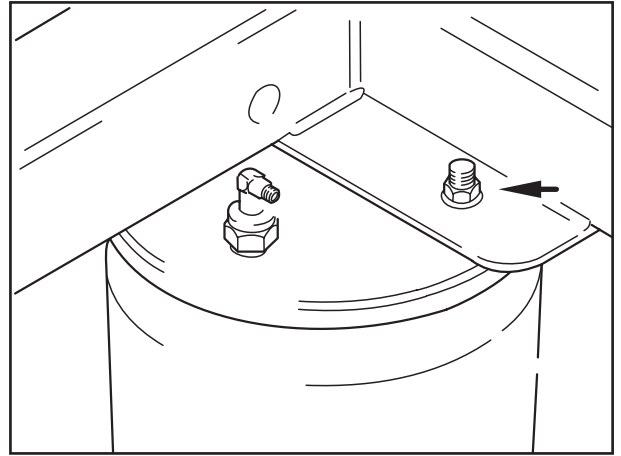

Fig. 7
- [13] Beide Sicherungsmuttern (Fig. 7/Pfeil) auf die Bolzen aufschrauben und mit dem vorgeschriebenen Anziehdrehmoment von 66 Nm festziehen.
[13] Screw both locking nuts (Fig. 7/arrow) onto the bolts and tighten to the specified torque of 66 Nm.
[13] Visser les deux écrous de sûreté (fig. 7 /flèche) sur les boulons et serrer au couple de serrage prescrit de 66 Nm.